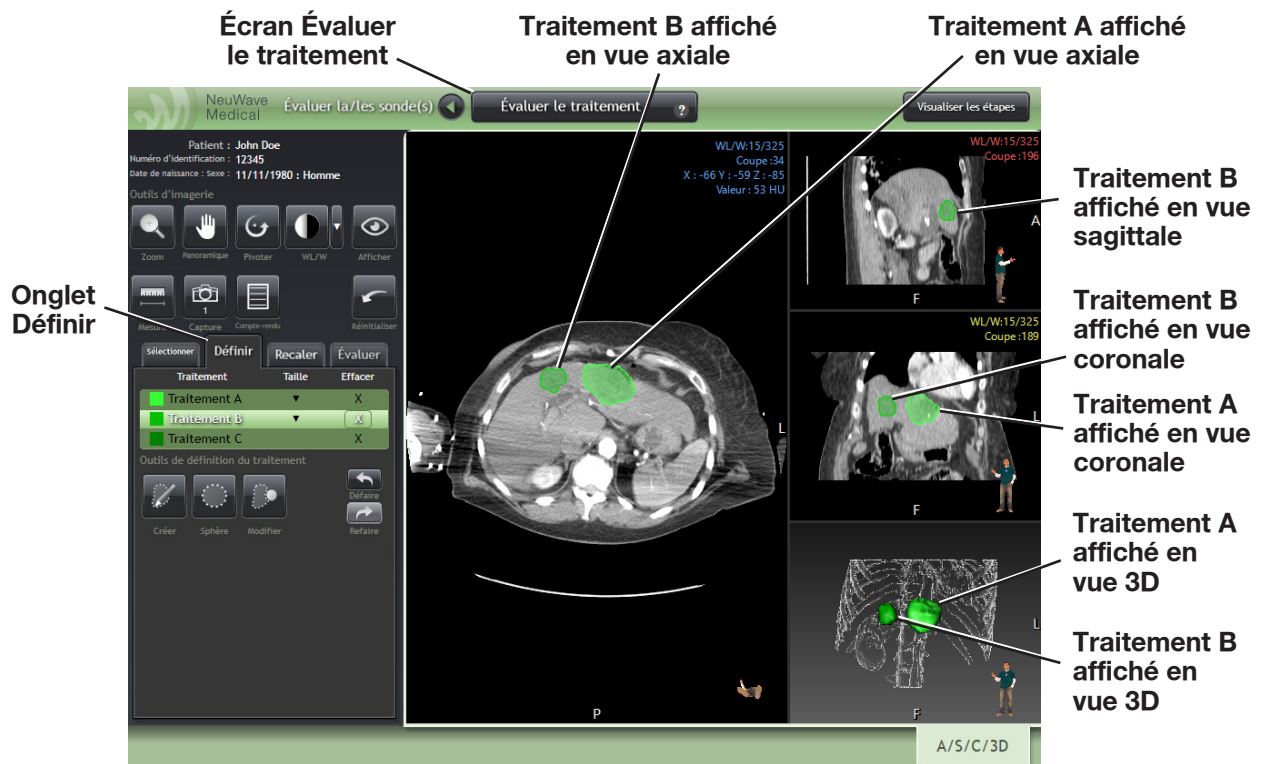

Figure 3-38 : Définition de la zone de traitement.
1. Cliquer sur l'onglet **Définir** pour définir la zone de traitement autour de la lésion créée par l'énergie délivrée. Il est possible de définir jusqu'à trois zones de traitement dans une série d'images. Les zones de traitement sont nommées Traitement A, B et C sous l'onglet **Définir** (Figure 3-38).
3. Sur le côté gauche de l'écran, cliquer sur **Créer** ou **Sphère** dans le volet « Outils de définition du traitement », puis déplacer le pointeur de la souris sur la vue d'une image 2D pour commencer à créer la zone de traitement. À l'aide de l'outil **Créer**, dans la vue de l'image 2D active, se déplacer vers une coupe proche du centre de la zone de traitement en utilisant l'outil **Zoom**. Essayer de centrer la souris sur la zone qui a été traitée. L'outil **Créer** affiche un aperçu de la zone en créant un contour vert à l'endroit où le pointeur de l'outil est placé. Selon l'endroit où s'affiche la zone de prévisualisation, l'outil indique les zones de tissus adjacents d'une densité similaire (Figure 3-38).
Si l'on souhaite ajuster la zone de traitement, cliquer sur l'outil **Modifier** dans le volet « Outils de définition du traitement » (Figure 3-38), puis déplacer le pointeur de la souris vers la zone qui vient d'être définie. La procédure de suppression ou d'élargissement de la zone de traitement à l'aide de l'outil **Modifier** est similaire à la procédure de suppression ou d'élargissement de la taille des zones cibles dans l'onglet **Définir** de l'écran **Définir les cibles** (Figure 3-16 et Figure 3-17). La seule différence est que les outils de définition du traitement ne comprennent pas l'outil **Déplacer** (Figure 3-39).
Les cibles définies dans la série d'images TDM de configuration sont représentées dans la Figure 3-41 par des cercles rouge (cible A) et orange (cible B) (volet central), tandis que les cibles et les zones de traitement sont représentées par des zones vertes dans les images TDM post-ablation (volet de droite). Une contraction de la lésion cible de 10 % a été appliquée aux deux traitements. La marge minimale de 2 mm sans contraction (comme indiqué sur la Figure 3-38) est passée à 7 mm pour le traitement A, tandis que le traitement B est resté insuffisant pour couvrir entièrement la cible. La marge minimale est la distance entre les bords de la cible et la zone de traitement.